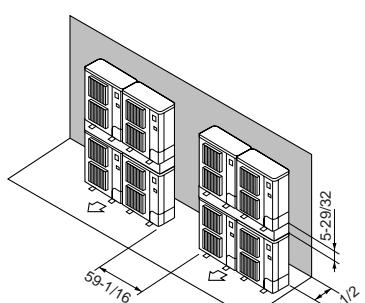

Fig. 2-14
⑦ Disposición de unidad apilada (Fig. 2-14)